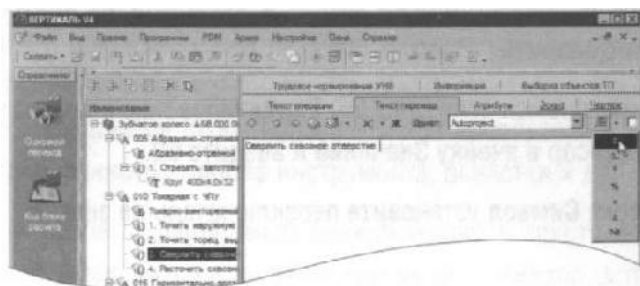

Рисунок 26
12. В переходе 3 той же операции укажите диаметр отверстия вручную. Знак диаметра выберите из раскрывающегося списка кнопки  **Вставить спец. символ** (рис. 26). Значение диаметра -17 мм.